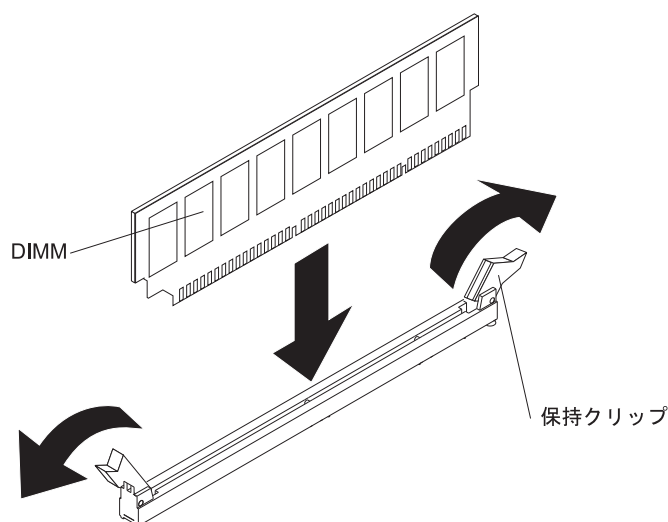

図 81. DIMM の取り付け
5. 図 81 に示すように、DIMM の両端を DIMM コネクターの両端のスロットと位置合わせして、DIMM をコネクターに挿入します。DIMM の両端に同時に圧力を加えて、DIMM をコネクターにまっすぐ押し下げ、しっかり押し込みます。DIMM がコネクターにしっかり装着されると、カチッと音がして保持クリップがロック位置に収まります。